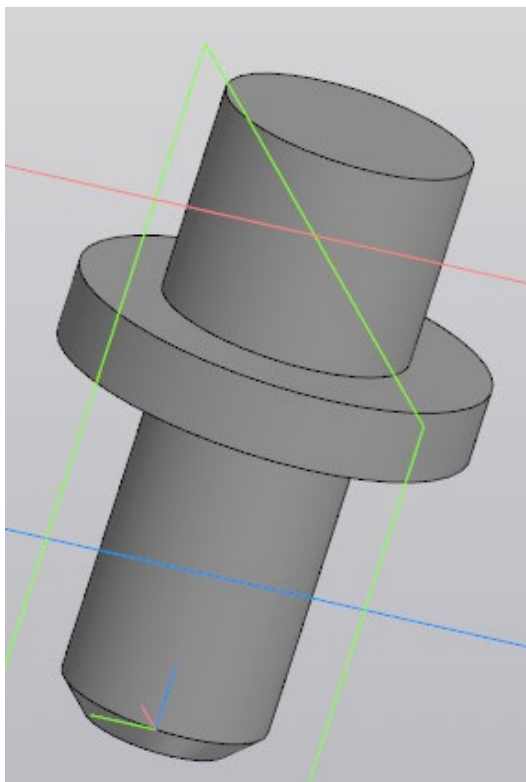

Рисунок 22 – Фаска на нижнем основании штока
2.4 Добавьте фаску на нижнем основании штока размером 1,5 мм (рис. 22).